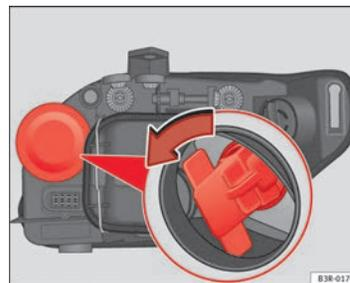

Fig. 208 Lámpara luz intermitente
- Extraiga el portalámparas asíéndolo por la empuñadura y girando en el sentido contrario de las agujas del reloj ⇒ fig. 208.